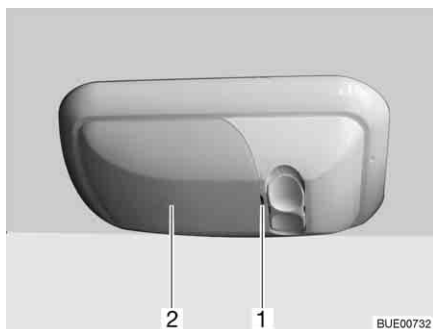

Bild 280 Lastlampa
- Bänd försiktigt loss kåpan (Bild 280,2) vid skåran (Bild 280,1) med hjälp av ett lämpligt verktyg (t. ex. skruvmejsel) och tag bort den.